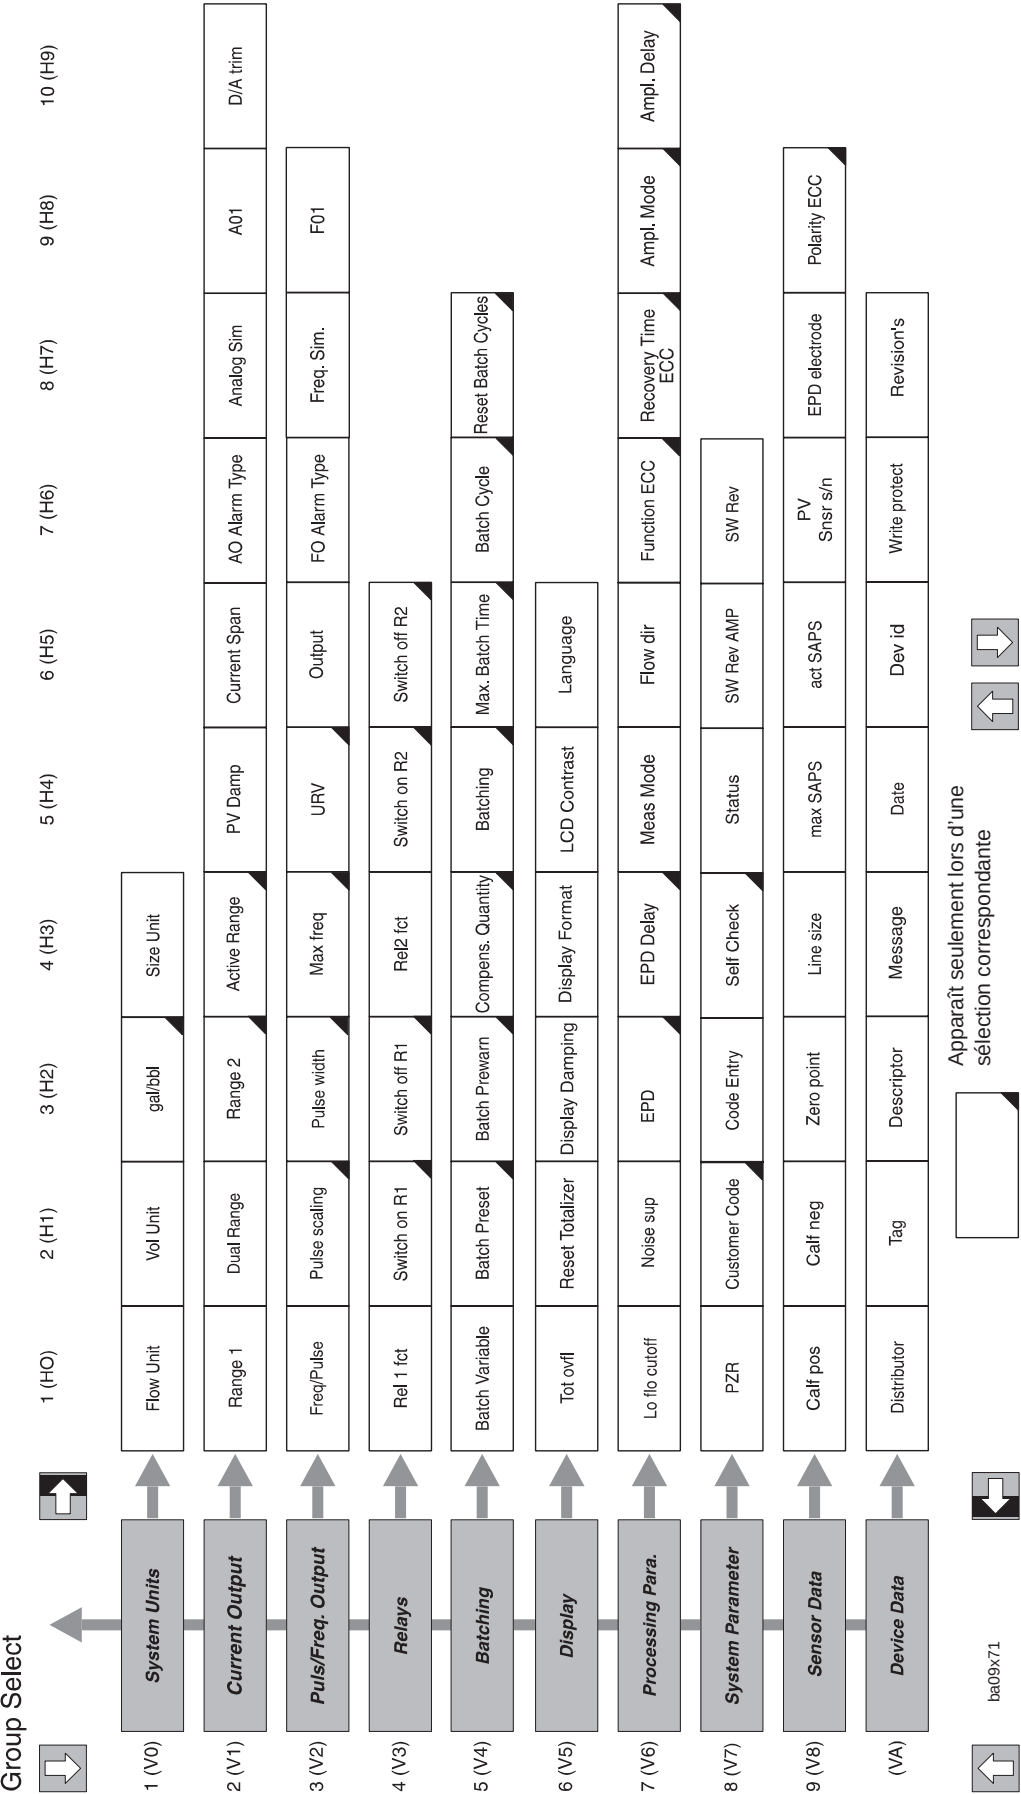

Fig. 43
- b. l'appareil de mesure est déjà raccordé : il apparaît de suite le niveau "Online". Dans le niveau "Online" sont affichées en permanence des données de mesure actuelles comme le débit, l'état de compteur etc...De plus, par le biais de la ligne "Group Select" vous avez accès à la matrice de programmation du Promag (voir fig. 43). Dans cette matrice, tous les groupes de fonctions ou fonctions accessibles sous HART sont systématiquement triés et représentés.